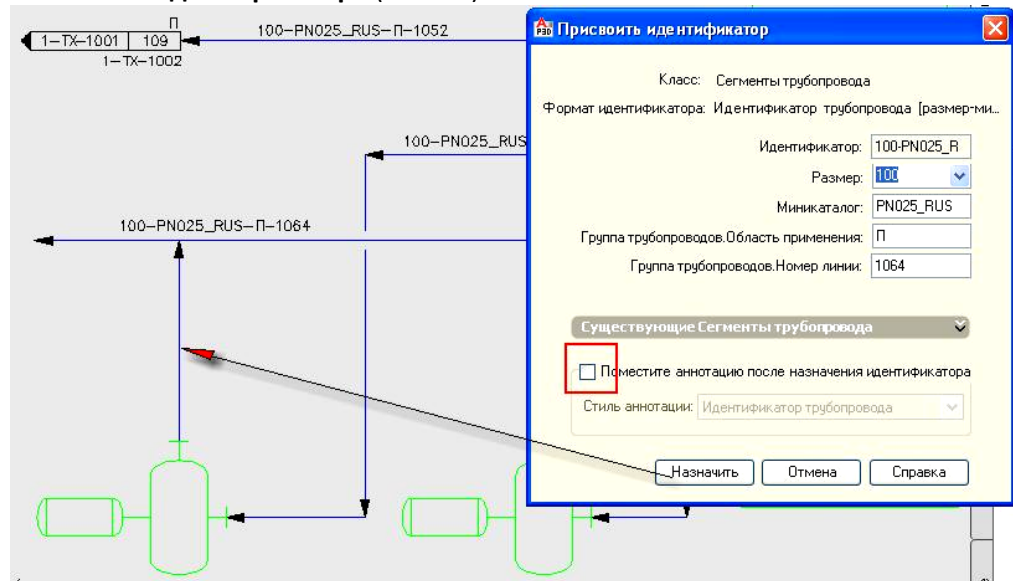

Рис. 18
- Нажмите кнопку **Присвоить идентификатор** и убедитесь, что последняя построенная линия имеет номер **1064**. Теперь требуется только назначить условный диаметр – **100**. Чтобы не загромождать чертеж, отключите галочку **Поместите аннотацию после назначения идентификатора** (Рис. 18).